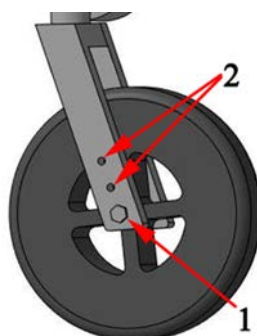

Рис.1.14
5.7 Кресла оснащены регулируемыми по высоте передними поворотными колесами. Для регулировки высоты колеса открутите болт (поз.1, рис.1.14) и извлеките его из отверстия, отрегулируйте колесо относительно отверстий (поз.2, рис.1.14) закрутите болт. Кресла оснащены регулируемой по углу наклона вилкой переднего колеса.